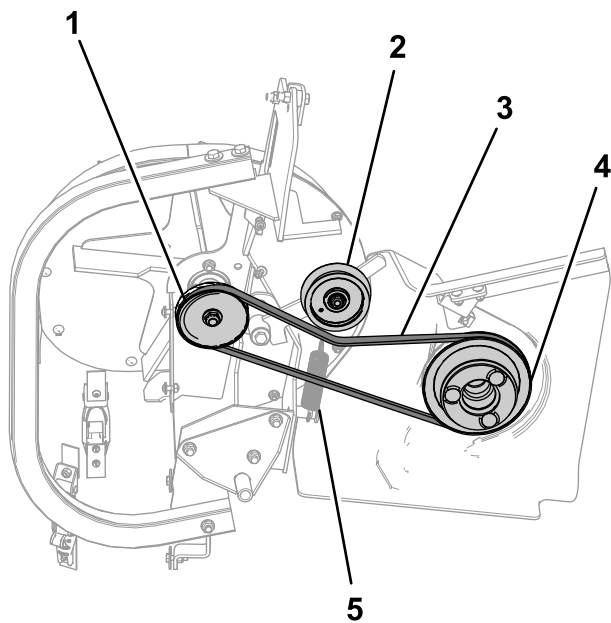

Figura 48
3. Afloje o retire la guía de la correa (Figura 48).
4. Tire hacia atrás de la polea tensora tensada con muelle para aliviar la tensión de la correa (Figura 48).
6. Instale la correa nueva alrededor de la polea del soplador (Figura 48).
7. Apriete o instale la guía de la correa (Figura 48).